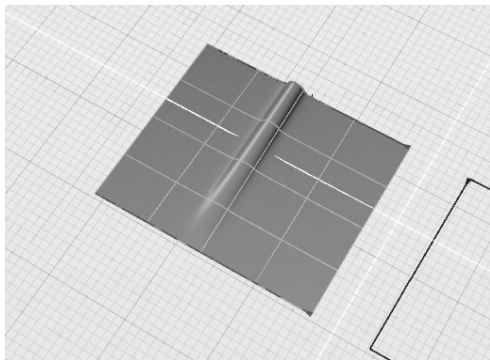

图 4-55 调整第1个放样曲面的等参线
- 4) 在控制面板中，勾选“弧长剖面”复选框，获得结果如图4-55所示，可见等参线被重新排布。